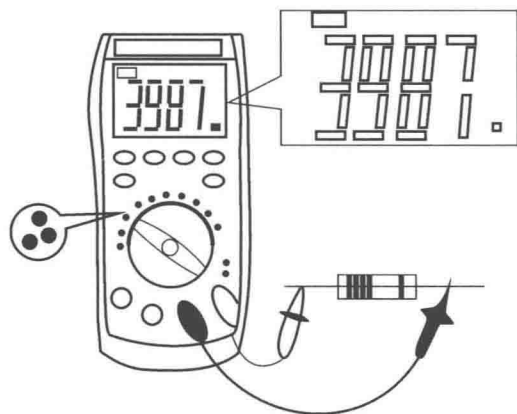
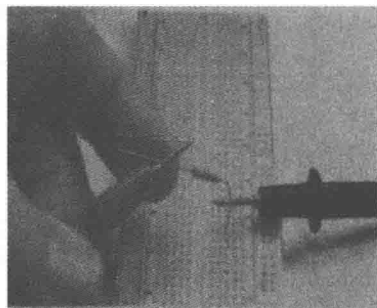

图 2.8 万用表中的欧姆表
图 2.9 用欧姆表测量电阻
(1) 万用表使用。万用表中的欧姆表使用:用欧姆表测量电阻阻值(见图 2.8 和图 2.9)。
1) 将功能/量程选择开关旋到欧姆挡,如图 2.8 所示。